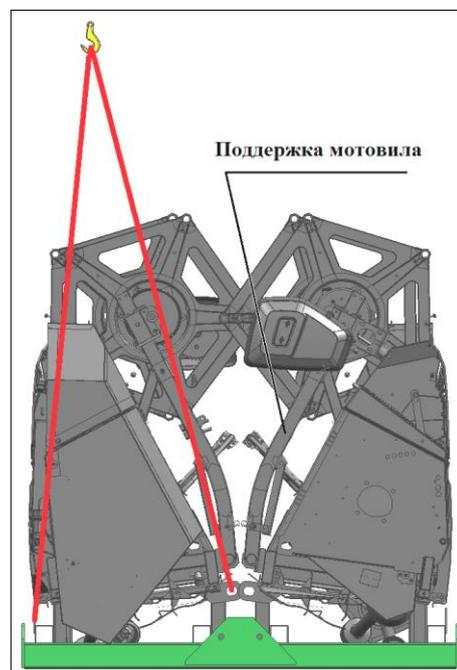

Рисунок 7.16
3) обвязать жатки проволокой между собой (через отверстия ушей на траверсах обеих жаток), обвязать поддержки мотовила (рисунок 7.16).